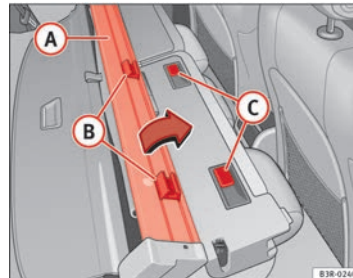

Abb. 121 Gepäckraumabdeckung / Trennnetzeinbauen
- Setzen Sie das Trennnetz **A** so an der Rückenlehne an, dass sich die Halterungen **B** vor den Halteschienen **C** befinden ⇒ Abb. 121.